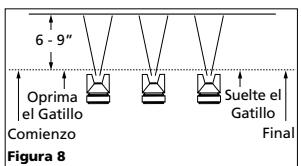

Figura 8
2. "Oprima el gatillo" adecuadamente. Comience a mover la pistola ANTES DE OPRIMIR EL GATILLO y deje de oprimirla ANTES DE PARAR DE MOVERLA. Este procedimiento le permitirá que el acabado sea parejo sin dejar rastros de donde se unen las diferentes manos de pintura (Vea la Figura 8).